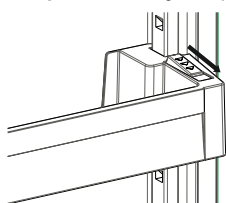

Fig. 1
**For at ændre placeringen af Adapti-Lift:** hold fast i bunden af hylden og træk knapperne på siden af dørhylden i retningen af pilen (Fig. 1)